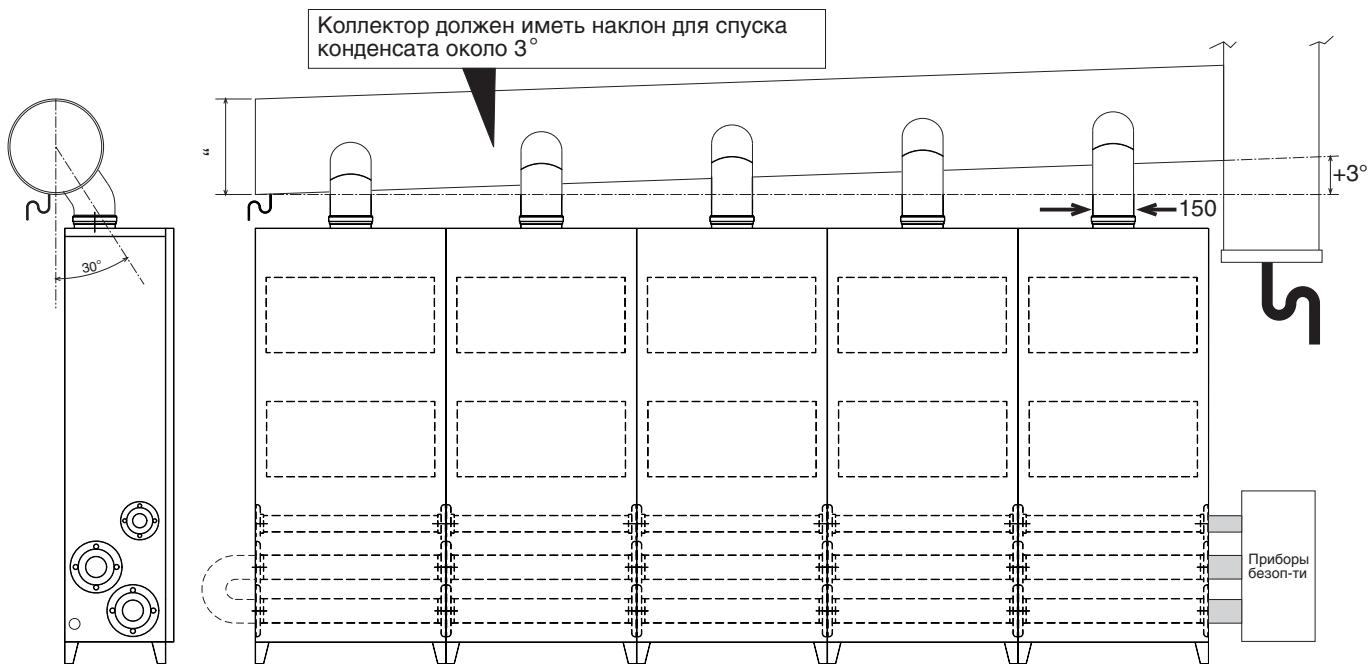

Рис. 11
- ¥ При подключении котлов в каскаде, подсоединить выход дыма ( $\varnothing$  150) каждого котла как показано на рисунке, также обратить внимание на изменение диаметра при увеличении количества котлов (см. таблицу). Дымоход каждого котла должен подключаться к коллектору под углом 30° по вертикали (рис. 11).